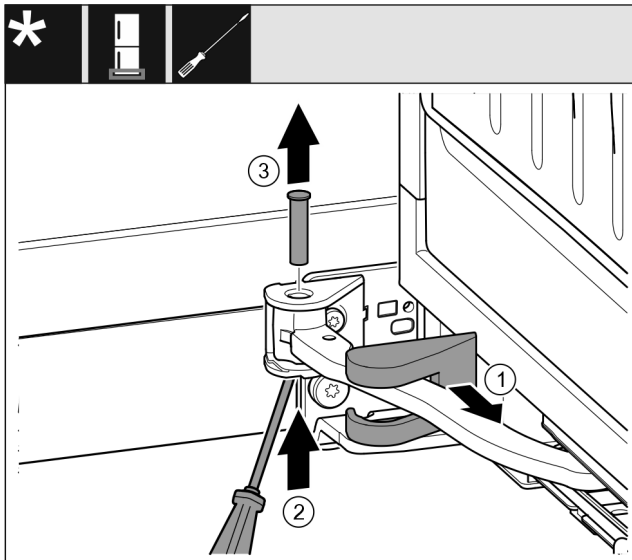

Fig. 15
- ▶ Hiqni kapakun mbulues të bazamentit mbështetës dhe zhvendoseni përgjatë krahut të menteshës. Fig. 15 (1)
- ▶ Ngrini lart bulonin me gisht ose me një kaçavidë nga poshtë. Fig. 15 (2)
- ▶ Futni kaçavidën poshtë kokës së bulonit dhe nxirreni jashtë. Fig. 15 (3)